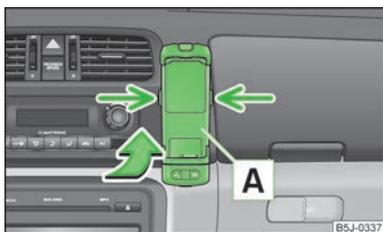

Fig. 90
- Introducir primero el adaptador **A** en el sentido de la flecha » fig. 90 en el soporte hasta el tope. Presionar ligeramente el adaptador hacia abajo hasta que enclave de modo seguro.
- Presionar los enclavamientos laterales del soporte simultáneamente » fig. 90 y extraer el adaptador con el teléfono.